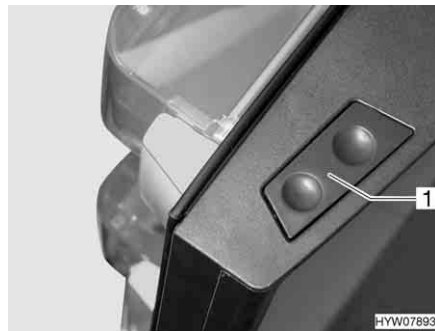

Fig. 149 Touche de déverrouillage de la porte du réfrigérateur (Dometic Série 8)
*Ouvrir :* ■ Appuyer sur la touche de déverrouillage (Fig. 149,1) et ouvrir le réfrigérateur.